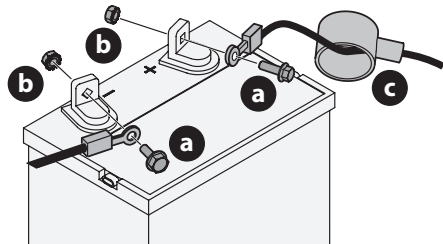

Fig. 21
1. Retire la cubierta plástica, si está presente, del borne positivo de la batería. Conecte el cable rojo al borne positivo de la batería (+) utilizando el perno (a) y la tuerca hexagonal (b) (Fig. 21).
2. Coloque el capuchón de goma rojo (c) sobre el borne positivo de la batería para protegerlo contra la corrosión (Fig. 21).
3. Retire la cubierta plástica, si está presente, del borne negativo de la batería y conecte el cable negro al borne negativo de la batería (-) utilizando el perno (a) y la tuerca hexagonal (b) (Fig. 21).